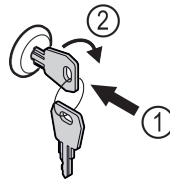

Fig. 173
- 按入钥匙。 Fig. 173 (1)
- 将钥匙顺时针转动 90°。 Fig. 173 (2)